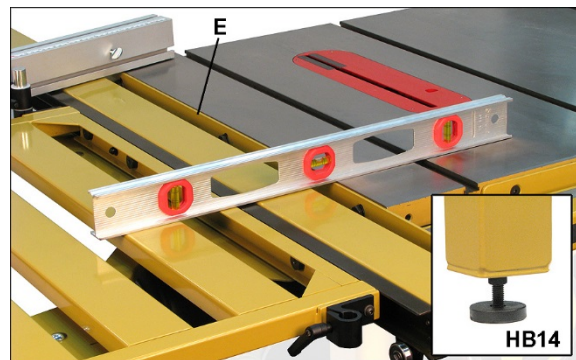

Рисунок 8-1
2. Поместите уровень на стыке столов, расположив его одновременно на подвижном столе и столе пилы. См. рисунок 8-1.
3. Для выравнивания столов отрегулируйте высоту подвижного стола с помощью регулируемых опор ножек (HB14). Если требуется дополнительная регулировка, ослабьте три винта, крепления установочного кронштейна (E) к столу пилы, и сместите кронштейн вверх или вниз.
4. Затяните винты на установочном кронштейне (E).